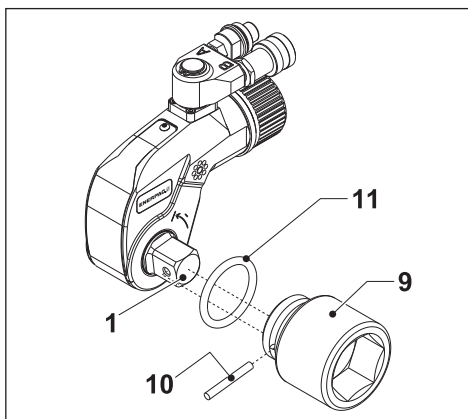

图 4
- 要拧紧螺栓时，将方驱安装在图4所示位置。
#### 3.4.1 安装六角套筒（图 4）
#### 3.4.2 拆下六角套筒（图 4）